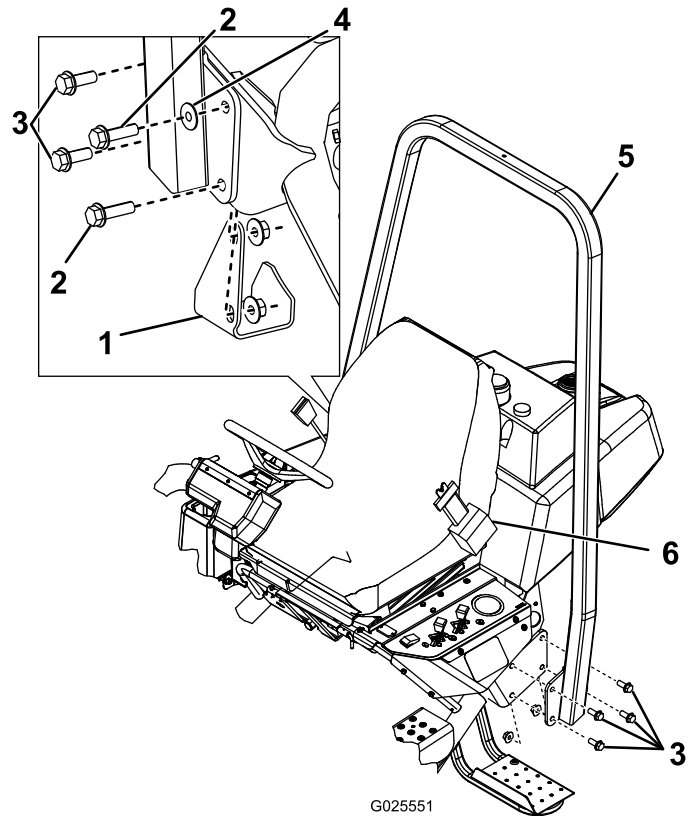

Figure 6
2. Abaissez le cadre ROPS (Figure 6) sur les supports de montage, en alignant les trous de fixation.
3. Fixez le côté gauche de l'arceau de sécurité au support de montage avec 4 boulons (1/2" x 1 1/2") et contre-écrous (Figure 6). Serrez les boulons à un couple de 91 à 115 N·m.
4. Fixez le côté droit de l'arceau de sécurité et l'appui de cric déposé précédemment sur le support de fixation au moyen de 2 boulons (1/2" x 1 1/2"), 2 boulons (1/2" x 1 1/2"), 1 rondelle et des contre-écrous, comme montré à la Figure 6. Serrez les boulons à un couple de 91 à 115 N·m.
Important: Veillez à placer la rondelle à l'emplacement correct, comme montré à la Figure 6.